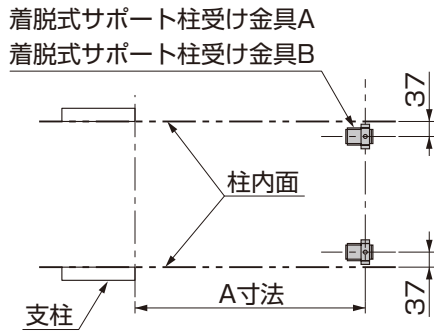
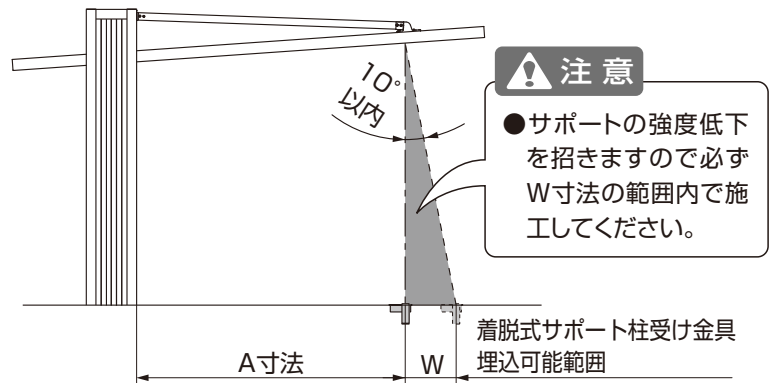

図2-1 基礎位置
図2-2 基礎埋込可能範囲
①着脱式サポート柱受け金具Aと着脱式サポート柱受け金具Bの基礎位置を決めてください。(図2-1、図2-2参照)
- 着脱式サポート柱受け金具Aと着脱式サポート柱受け金具Bの埋込みは、Wの範囲に納まるようにしてください。(図2-2、表2-1参照)